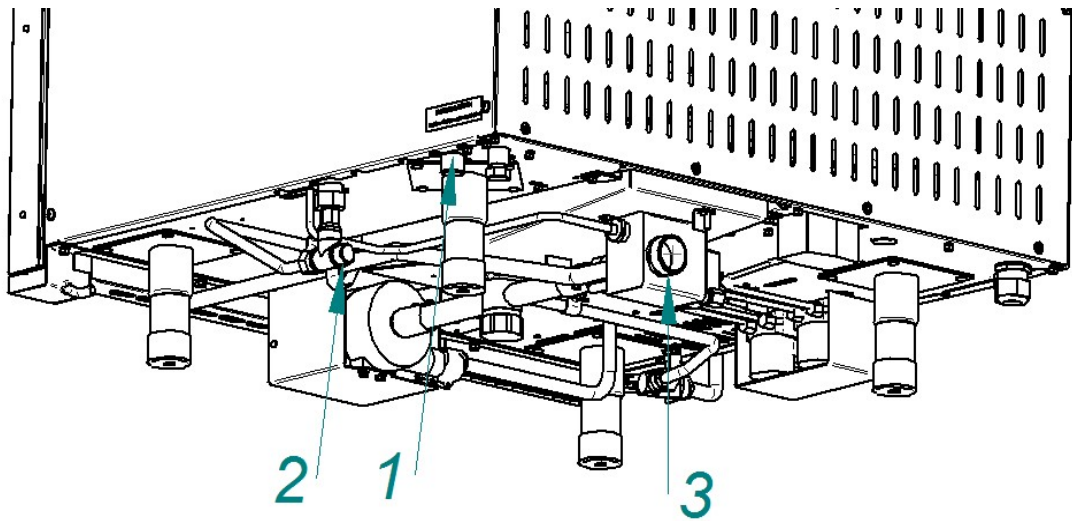
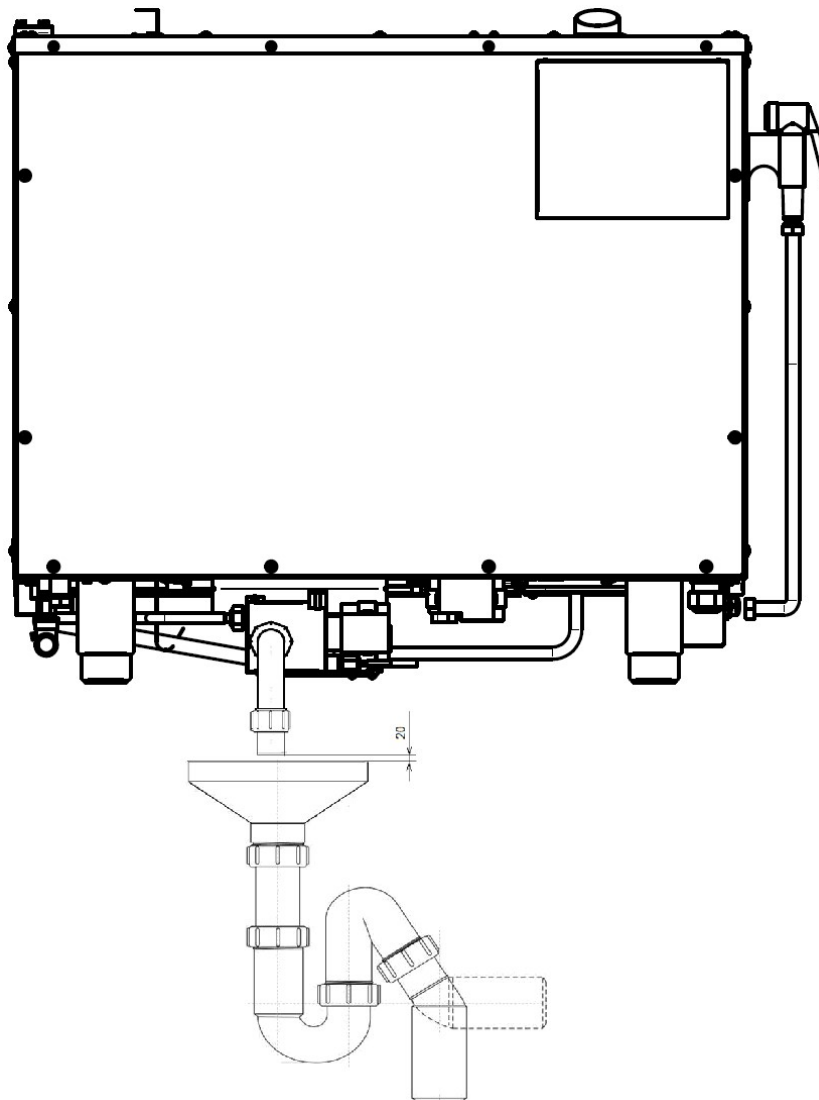

Рис. 3. Подключение к системе водоснабжения и канализации
Рис.4. Подключение к системе канализации
• G3/4 наружная резьба (см. рис.3 поз.1) – парогенератор. Подключать через водоумягчительную установку (водородно-ионного обмена) или фильтр воды. Рекомендуется использовать фильтр BRITA PURITY C300 Quell ST.
• G1/2” наружная резьба (см. рис.3 поз.2) – душевое устройство и охлаждение коллектора. Допускается подключать к неподготовленной воде.
- подключить пароконвектомат к системе канализации (см. рис.4) через соединение резьбой G1¼" (см. рис.3 поз.3). Для подключения в комплект поставки входит труба гибкая K215. Подключение к канализации выполнить с разрывом струи не менее 20мм от верха приемной воронки (СНиП 2.04. 01-85 п. 17.11).